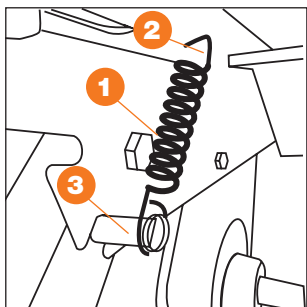

Рис. 2
1. Установка транспортировочного колеса (Рис. 2, 2.1, 2.2).